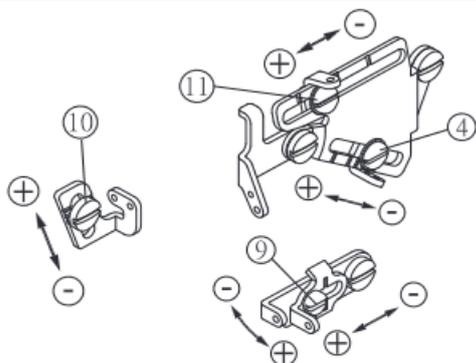

Fig. 23 / Fig. 23
3. Контроль нити петлителя. (Рис. 23)